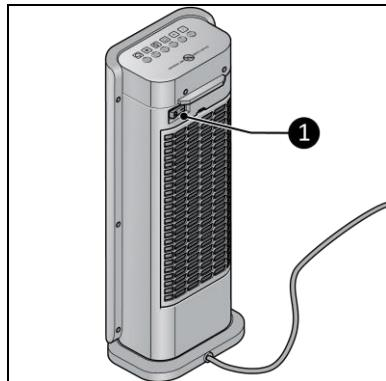

Figura 9
1. Apăsați butonul principal PORNIT/OPRIT din spatele dispozitivului (Figura 9, poz. 1).